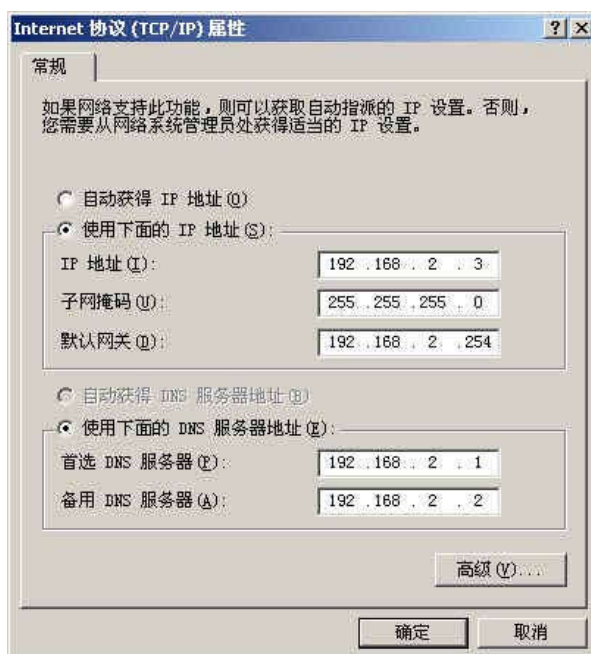

图 4.7 Windows 2000/XP TCP/IP 属性界面
选择“常规”选项卡，在“此连接使用下列项目(D):”下拉框中选择“Internet 协议 (TCP/IP)”项。单击属性弹出如图 4.7 所示的界面。
单击图 4.7 界面的“高级 (Y) ...”按钮，这时会弹出如图 4.8 所示的界面。